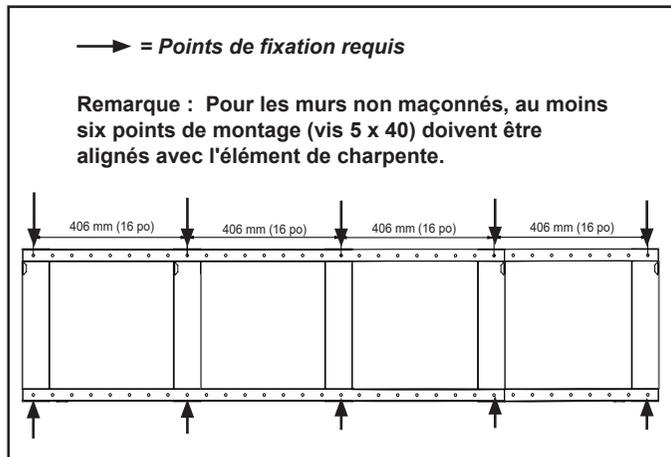

Figure 4.3 Support de fixation
- Marquez dix emplacements sur le mur qui correspondent aux dix points de fixation requis dans le support. Voir figures 4.3 et 4.9.